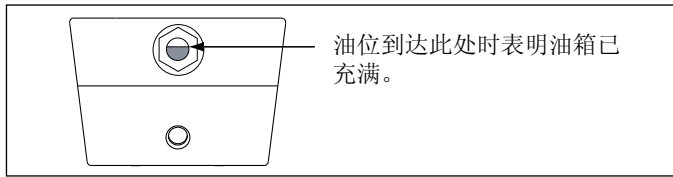

图 5 — 观察孔
启动前检查泵的油位，必要时，从盖板上拔掉 SAE #10 塞，然后给泵加油 (见图 3)。油位如图 5 所示时油箱满。
2. 适合使用 Enerpac S 和 W 扭矩扳手及其他品牌扭矩扳手的 (-Q) 型泵：使用标有“Enerpac THQ-700 series - 700 bar/10,000 psi max”的软管。接头必须按照图 5 所示进行极化处理，以确保扳手操作正确性。操作前确保接头完全啮合并已拧紧。如果接头只是部分啮合，将会妨碍扳手正确操作。